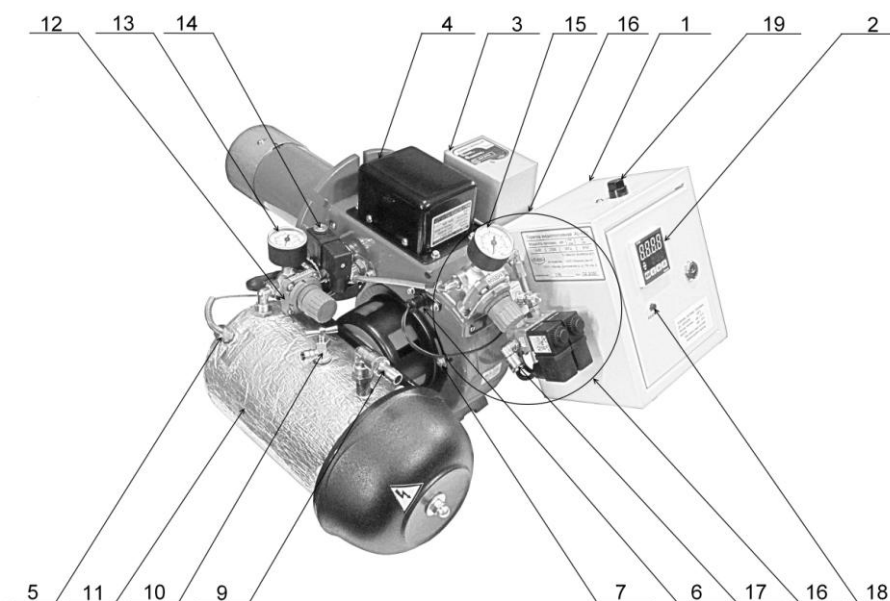
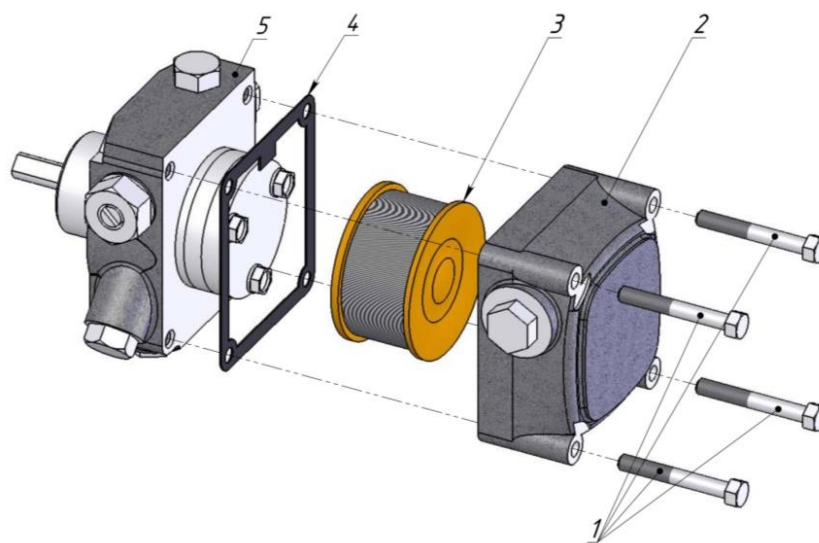
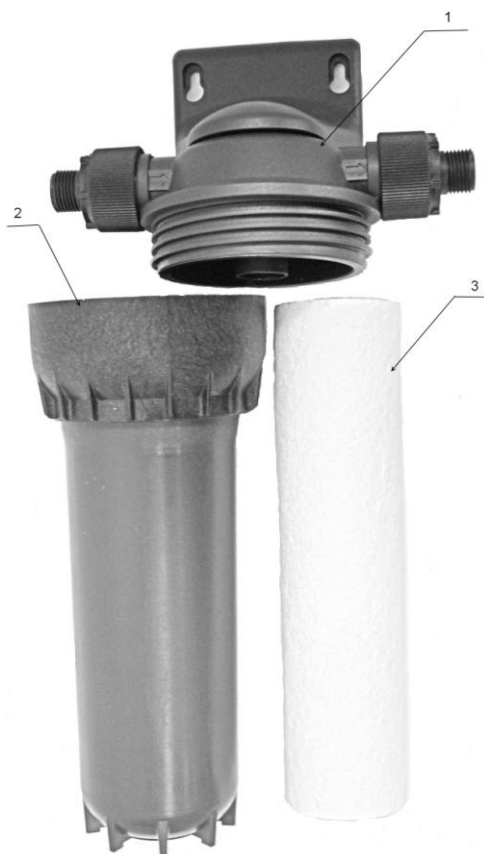

Рис.7. Органы управления и узлы контроля параметров Горелки.
Рис. 17. Схема разборки насоса
Рис.18. Фильтр тонкой очистки топлива.
Температурный контроллер используется для точного поддержания оптимальной температуры от 20 до 71°C топлива в подогревателе топлива (Рис. 7, поз. 2) и подачи команды запуска Горелки на топочный автомат (AL1) гаснет при достижении температуры масла на 6°C менее заданной.
Регулировка давления топлива для одноступенчатых Горелок осуществляется регулятором давления топлива (Рис. 7, поз. 12). Давление контролируется по манометру (Рис. 7 поз.13). Для Горелки AL-4V давление топлива должно находиться в пределах от 0,05 до 0,45 бар. Для Горелки AL-10V давление топлива должно находиться в пределах от 0,05 до 0,45 бар.
Для регулировки вторичного воздуха (Рис.7 поз.7) для одноступенчатых Горелок установите положение воздушной заслонки в положение от 0 до 10 (Рис. 12)
После того как температура в подогревателе топлива (Рис. 7, поз. 11) стала на 6 °С ниже заданной на температурном контроллере (Рис. 8) выключается AL-1 и подается команда на включение Горелки. На блоке управления Горелкой загорается зеленый индикатор «Сеть» (POWER) и Горелка находится в режиме ожидания, готовая к запуску.
3.4.7 Индикатор АВАРИЯ (Рис.7 поз.18)
Для предотвращения данной ситуации, в огневой трубе установлен температурный датчик, отключающий горелку при достижении температуры 90 °С. При этом светится индикатор АВАРИЯ (Рис.7 поз.18) . Для сброса сигнала АВАРИЯ, открутите декоративный колпачок (Рис.7 поз.19) и нажмите кнопку СБРОС АВАРИИ, ее нужно утопить на 1-2 см до щелчка, после чего индикатор АВАРИЯ погаснет.
3.5.2. Заполните топливом всасывающий трубопровод, насос, фильтр и топливный бак Горелки. Для чего в комплекте топливного насоса предусмотрен кабель (Рис.14 поз.6) с вилкой прямого питания от сети 220 В, соедините кабель (поз.6) с разъемом топливного насоса (поз.2). На топливном баке Горелки есть кран сброса воздуха (Рис. 7, поз. 10). Подключите топливный
ВНИМАНИЕ! Перед подачей напряжения на Горелку обязательно заполните топливный бак Горелки (Рис.7 поз.11). В противном случае существует опасность выхода из строя ТЭНов топливного бака.
- следить за давлением топлива манометр (Рис.7 поз. 13), подаваемого на форсунку;
- при падении давления топлива манометре на 0,05 бар (Рис.7 поз.13) проверить состояние фильтра насоса (Рис.17) выполнить очистку фильтра топливного насоса п.4.5.1, произвести замену фильтрующей вставки (Рис.18) фильтра тонкой очистки п.4.5.2;
5. Проверка работы топливного насоса (Рис. 17).
7. Проверка загрязнения фильтра топливного насоса (Рис.17) и фильтра тонкой очистки (Рис.18).
Для выполнения технического обслуживания топливного насоса (Рис. 17) необходимо открутить 4 болта 1, снять крышку насоса 2 и прокладку 4, провести еженедельный регламент работ по очистке фильтра 3.
Для сборки насоса (Рис. 17) необходимо установить прокладку насоса 4 на нагнетательный узел 5, фильтр 3 установить в крышку 2, все смонтировать болтами 1 в соответствующие пазы корпуса насоса.
4.5.2 Обслуживание фильтра тонкой очистки заключается в замене фильтрующих вставок из полипропилена, размер 10", фильтрующая способность 20 мкм. Для замены отверните колбу фильтра (Рис.18 поз.2), от корпуса фильтра (Рис. 18 поз.1) , замените фильтрующую вставку (Рис.18 поз.3), установите колбу на место.